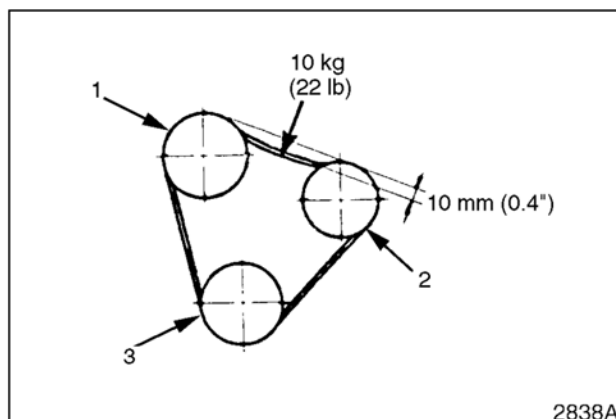

Рис. 53
- Оттянуть ремень водяного насоса в центре грузом 10 кг. См. рис. 53. Ремень водяного насоса должен провисать на 10 мм. Если ремень провисает больше, необходимо ослабить регулирующее соединение и переместить направляющий шкив (2) таким образом, чтобы усилить натяжение ремня до провисания в 10 мм. Проверить, не поврежден ли ремень водяного насоса. Если ремень поврежден, замените его.